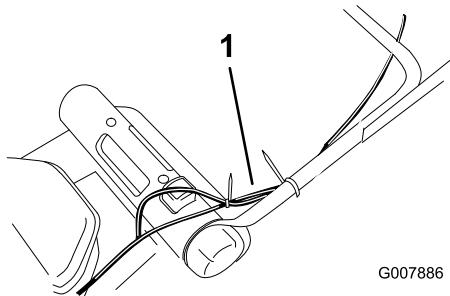

Bild 4
**Hinweis:** Stellen Sie sicher, dass die Kabel so verlegt sind, wie in Bild 4 dargestellt.